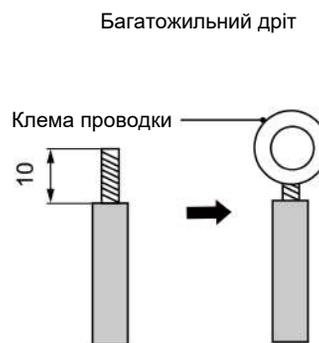

Рис.5.1.2
(2) Підключення багатожильного дроту (як показано на рис.5.1.2)